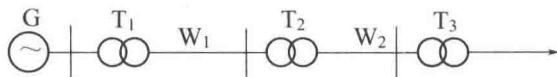

图 1-1 供电系统的概略图
(2) 概略图的基本特点
① 概略图和框图所描述的内容是系统的基本组成和主要特征,而不是全部组成和全部特征。如图 1-1 所描述的供电系统,仅限于基本组成和相互关系,而略去了其他许多环节和设备。